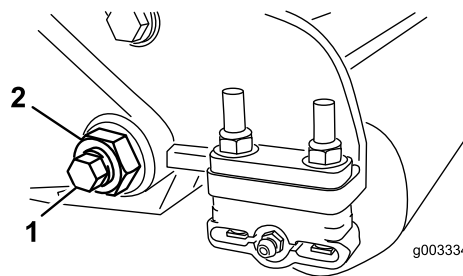

Figura 31
3. Su ciascun lato della macchina, allentate il dado di bloccaggio che fissa il bullone della barra di appoggio (Figura 31).
4. Togliete ciascun bullone della barra di appoggio consentendo alla barra di appoggio di essere tirata verso il basso e rimossa dal bullone della macchina (Figura 31).